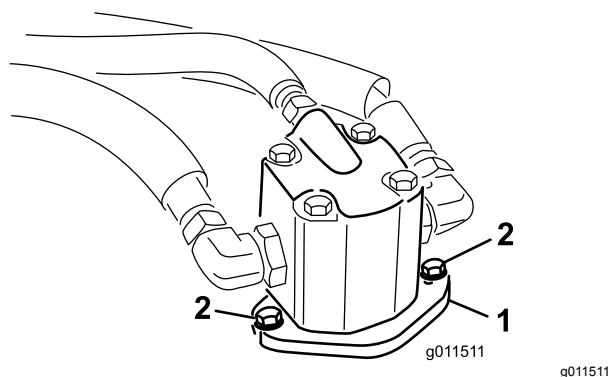

Figura 98
4. Retire os parafusos que fixam o motor hidráulico à unidade de corte (Figura 98). Levante o motor da unidade de corte e coloque-o na zona superior da unidade de corte.